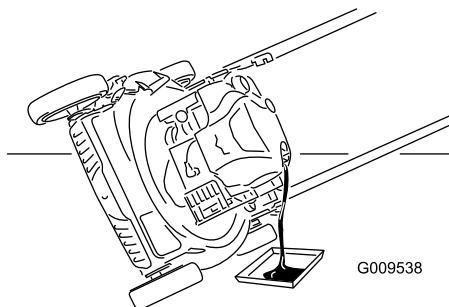

Figure 24
4. Inclinez la machine sur le côté (jauge en bas) pour vidanger l'huile usagée par le goulot de remplissage (Figure 24).